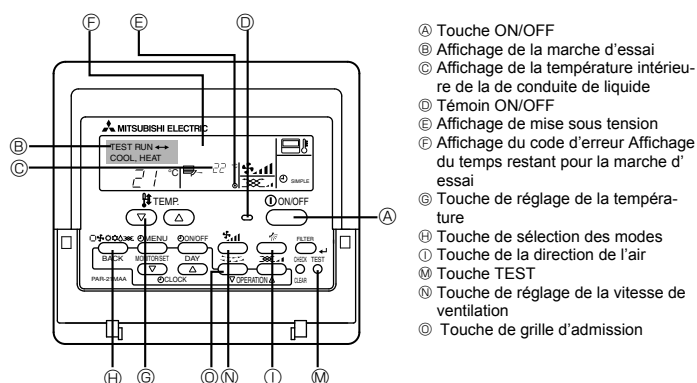

Fig. 7-1
7.2.1. Utilisation de la télécommande filaire (Fig. 7-1)
- ① Mettre l'appareil sous tension au moins douze heures avant l'essai de fonctionnement.
- ② Appuyer deux fois sur la touche [TEST] (ESSAI). ➡ Affichage à cristaux liquides "TEST RUN" (ESSAI DE FONCTIONNEMENT)
- ③ Appuyer sur la touche [Mode selection] (Sélection Mode) et passer en mode refroidissement (ou chauffage).